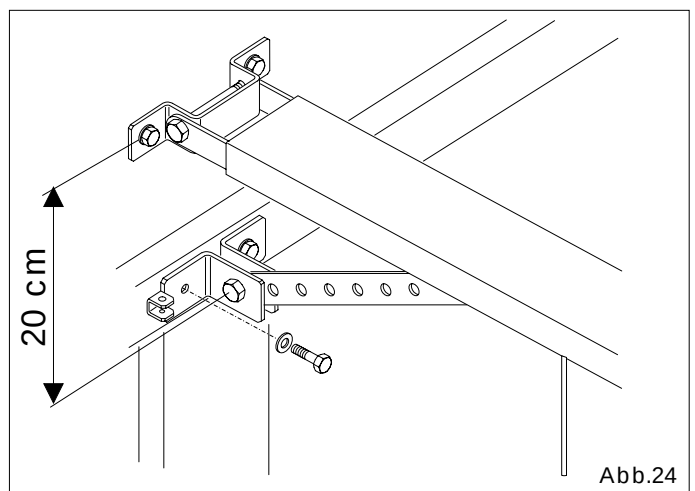

Abb.24
N.B.: Der Abstand zwischen dem Bügel der Mitnehmerstange und dem Bügel der Gleitschiene darf nicht mehr als 20 cm (max 30°) betragen (Abb.24).
6.22 Nach der Bestimmung des Befestigungspunktes, die Bohrung vornehmen und mit geeigneten Schrauben befestigen (Abb.24).